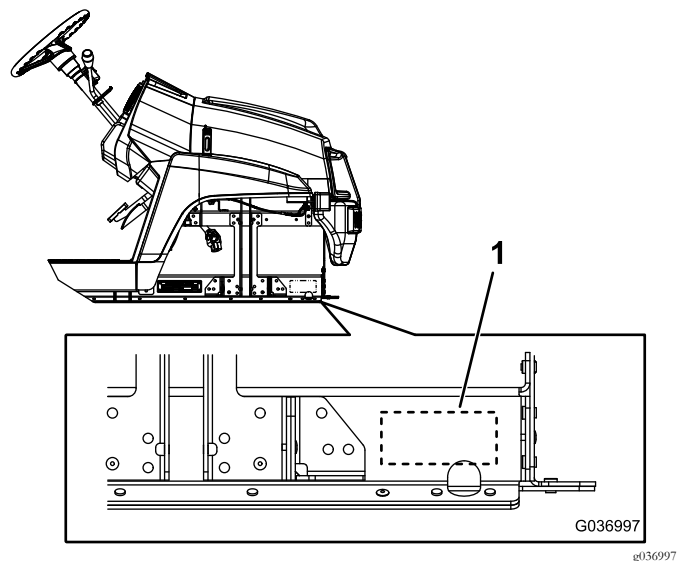

Рисунок 10
- Выштампуйте заводской номер на машине в месте, показанном на Рисунок 10.